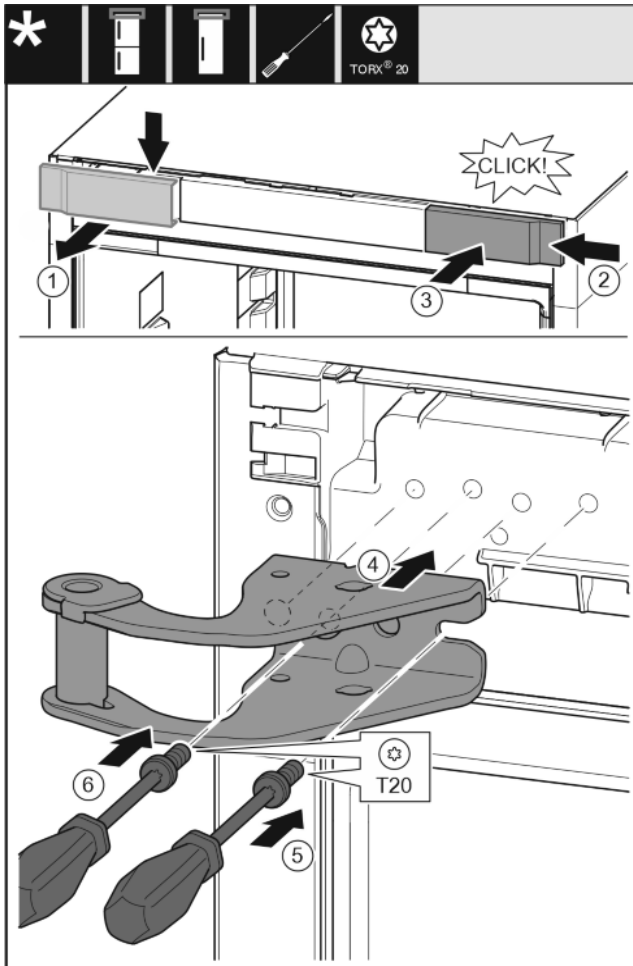

Fig. 12
- ▶ Rimuovere la copertura dall'alto in avanti. Fig. 12 (1)
- ▶ Ruotare la copertura di 180° e agganciarla sull'altro lato da destra. Fig. 12 (2)
- ▶ Innestare la copertura. Fig. 12 (3)
- ▶ Applicare il blocco di supporto superiore. Fig. 12 (4)
- ▶ Applicare la vite con il cacciavite T20 e serrare. Fig. 12 (5)
- ▶ Applicare la vite con il cacciavite T20 e serrare. Fig. 12 (6)